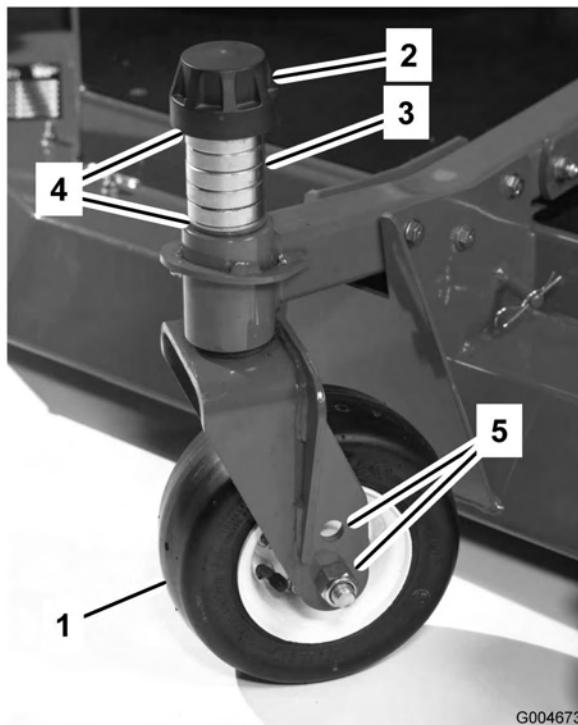

Figure 14
- Enlevez le chapeau de tension de l'axe de pivot (Figure 14) et sortez l'axe du bras pivotant. Replacez les 2 cales (3 mm) sur l'axe de pivot comme à l'origine. Elles sont requises pour que les plateaux de coupe soient parfaitement de niveau sur toute la largeur. Placez le nombre requis d'entretoises de 13 mm (voir la table ci-dessous) sur l'axe de pivot pour obtenir la hauteur de coupe voulue, puis ajoutez la rondelle.